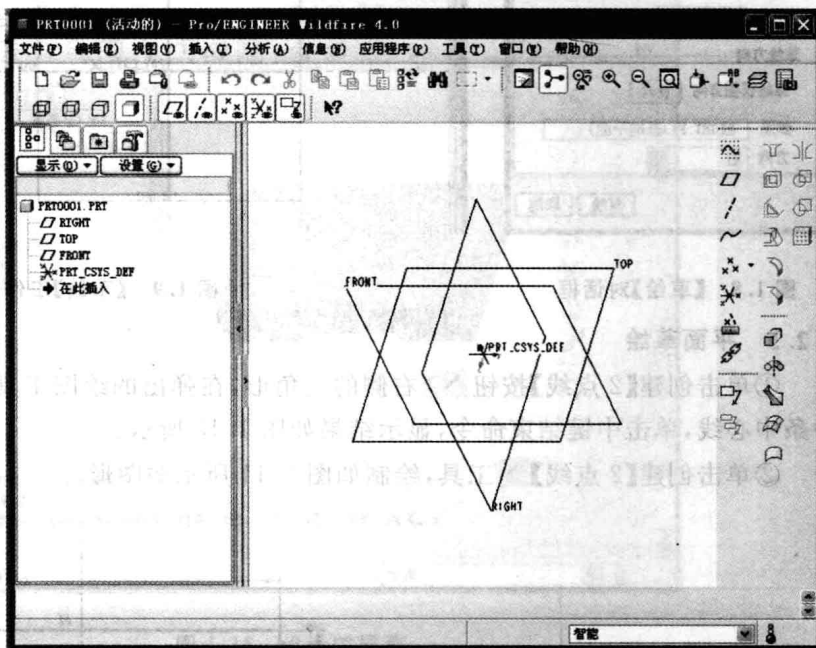

图 1.6 设置后的【白底黑色】工作界面对话框
- ② 选择【布置】|【白底黑色】命令,使背景变为白底黑色模型,如图 1.6 所示。
- ③ 将图形按钮中【预览几何】的颜色改为黑色(该颜色决定草绘线条的颜色)。